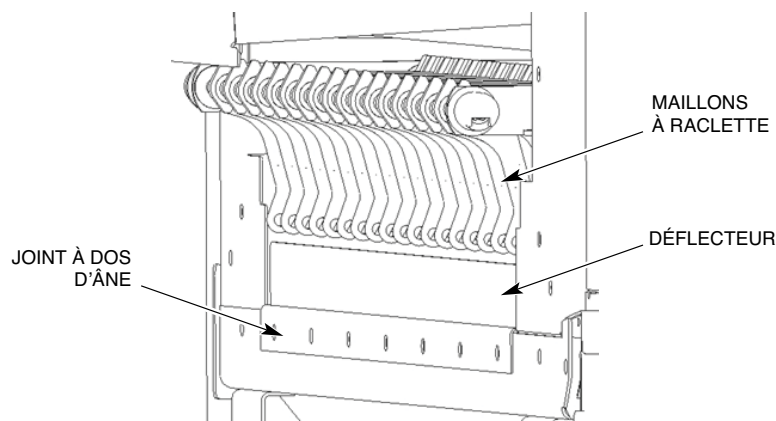

Fig. 13
3. Si la machine est équipée d'un convoyeur de type standard, installez les déflecteurs et les joints à dos d'âne à l'aide des mêmes accessoires. Assurez-vous que les déflecteurs sont ajustés le plus profondément possible pour assurer que le déflecteur n'interfère pas avec les maillons du convoyeur à raclette (Fig. 13).